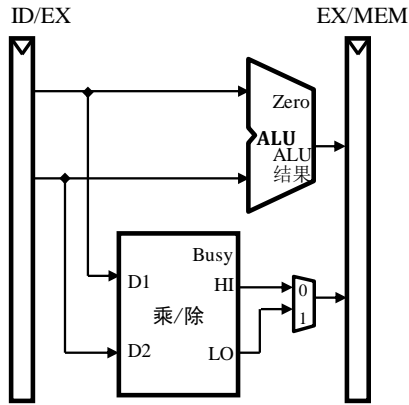

图 1 流水线 EX 阶段的乘/除部件
6. 乘除法部件。为了支持 mult、multu、div、divu、mfhi、mflo、mthi 及 mtlo 这些乘除法相关指令, 需要设计独立的乘/除功能部件。该部件位于在流水线的 EX 阶段, 如图 1 所示。